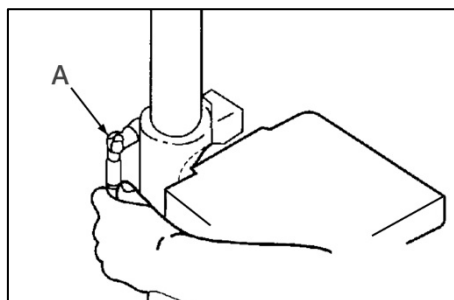

**Рисунок 5.**
Удерживая зубчатую рейку (А) (рис. 5) и кронштейн стола (В) вместе, опустите их вниз по колонне (С), пока рейка не упрется в фланец (D) колонны.